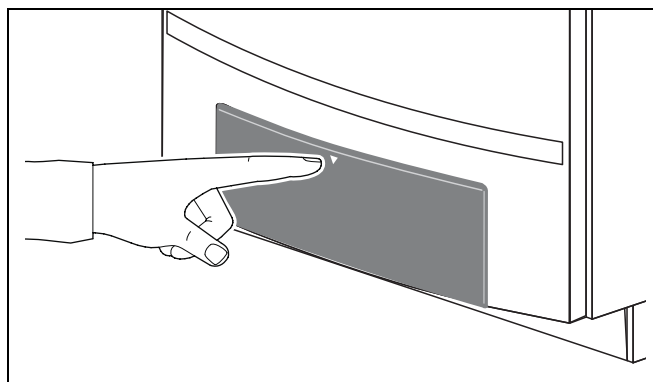

Fig. 96 Închideți tabloul de comandă
- Închideți tabloul de comandă prin apăsare (Fig. 96).